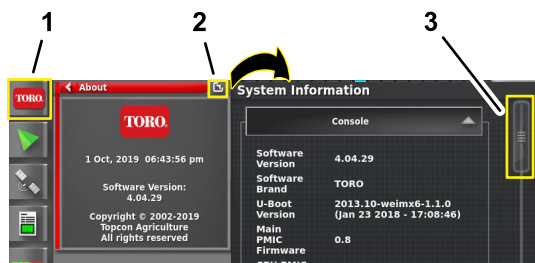

Figura 210
1. Pulse el icono INFORMACIÓN GENERAL y luego deslice el dedo sobre el icono PANTALLA COMPLETA en la esquina superior derecha de la ventana de información del sistema (Figura 210).